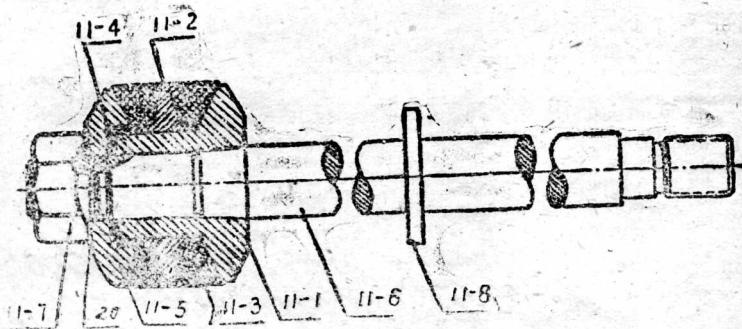
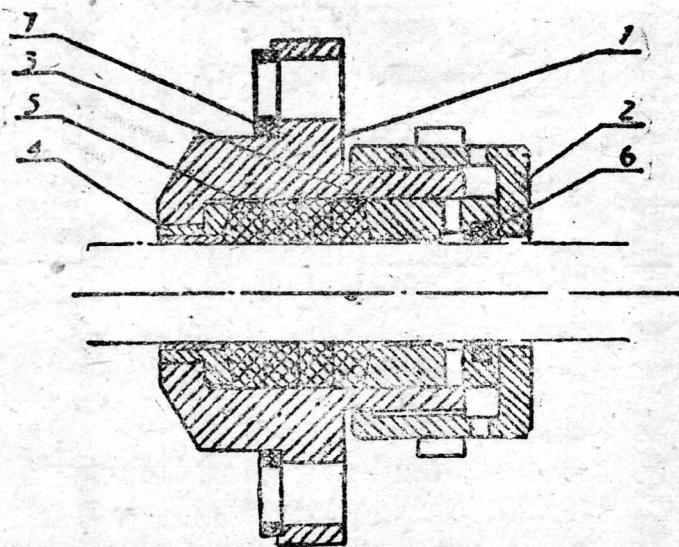

图 131. 活塞及拉杆
图 132. 塞線筒
11. 活塞及拉杆（如图131）：活塞由鐵套，墊圈，兩個膠皮碗，墊片及压盖組成，鐵套內呈錐形，套在拉杆上，套的外表套一墊圈，墊圈上套兩個膠皮碗，然后用压盖及螺絲适当扭紧在拉杆上，在压盖及鐵套間墊片，是隨膠皮碗磨損而減少，如膠皮碗磨損多便可多去几个墊片以到螺絲扭紧使活塞与缸筒接触严密为止，拉杆一端裝有活塞，一端有絲扣扭在十字头上，为使拉杆工作时与活塞箱壳緊密結合，在箱壳右侧裝有塞綫筒（图132），筒內有塞綫、銅套。压蓋